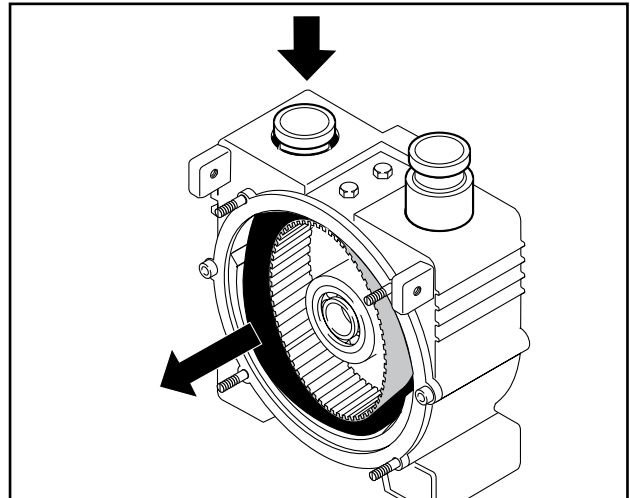
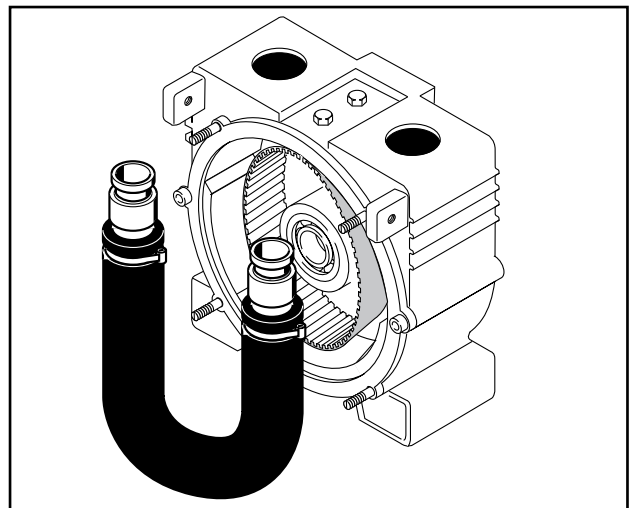

Fig. 18 Desmontaje del tubo flexible de bombeo
Fig. 19 Desmontaje del tubo flexible de bombeo
8. Repliegue el tubo flexible de bombeo en la carcasa por el lado de descarga; luego repliéguelo por el lado de succión y extráigalo (Fig. 18 y Fig.19).